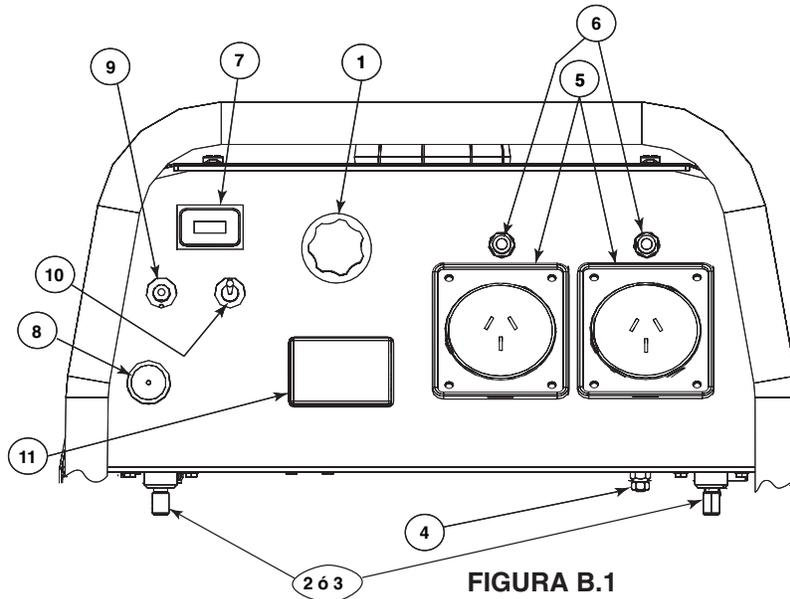

FIGURA B.1
- La OUTBACK™ 185 (AU) no se recomienda para ningún proceso aparte de los que normalmente se realizan utilizando procedimientos de soldadura con electrodo revestido (SMAW).
- La OUTBACK™ 185 (AU) no se recomienda para descongelación de tuberías.
**CONTROLES Y CONFIGURACIONES** Todos los controles de la soldadora/generador se localizan en el Panel de Control de Salida. Los controles del motor de gasolina se montan en el motor. Vea la Figura B.1 y las figuras en la sección de operación del motor.
Vea la Figura B.1 para la ubicación de las siguientes funciones: